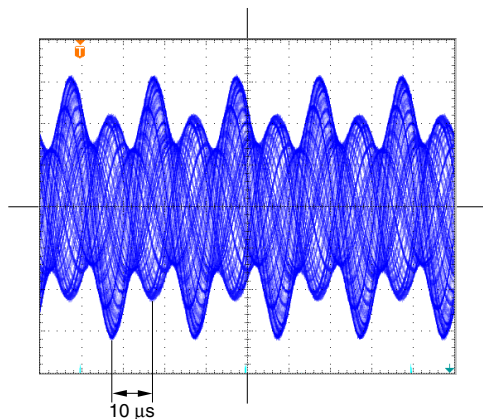

図4-7
3 G-BALトリマーを左廻し (CCW) いっぱいに廻し、スケールを移動させると図4-7に示すような波形が、観測されます。
4 G-BALトリマーを右廻し (CW) いっぱいに廻し、スケールを移動させると、手順**3**と同様に図4-7に示すような波形が観測されます。